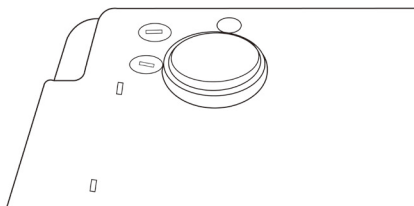

Figura 9-1 Sostituzione del fusibile
Utilizzare un cacciavite a stella per rimuovere il portafusibile in direzione della freccia (senso antiorario), quindi sostituire il fusibile danneggiato con un fusibile primario fornito o approvato dalla nostra azienda. Avvitare il portafusibile in direzione opposta per fissarlo. Il metodo di sostituzione viene mostrato in Figura 9-1:
- Premere il portafusibile verso il basso e ruotarlo in senso antiorario come mostrato nella Figura 9-1. Dopo aver rimosso il fusibile danneggiato, sostituendolo con uno nuovo, premere il portafusibile verso il basso e ruotarlo in senso orario.